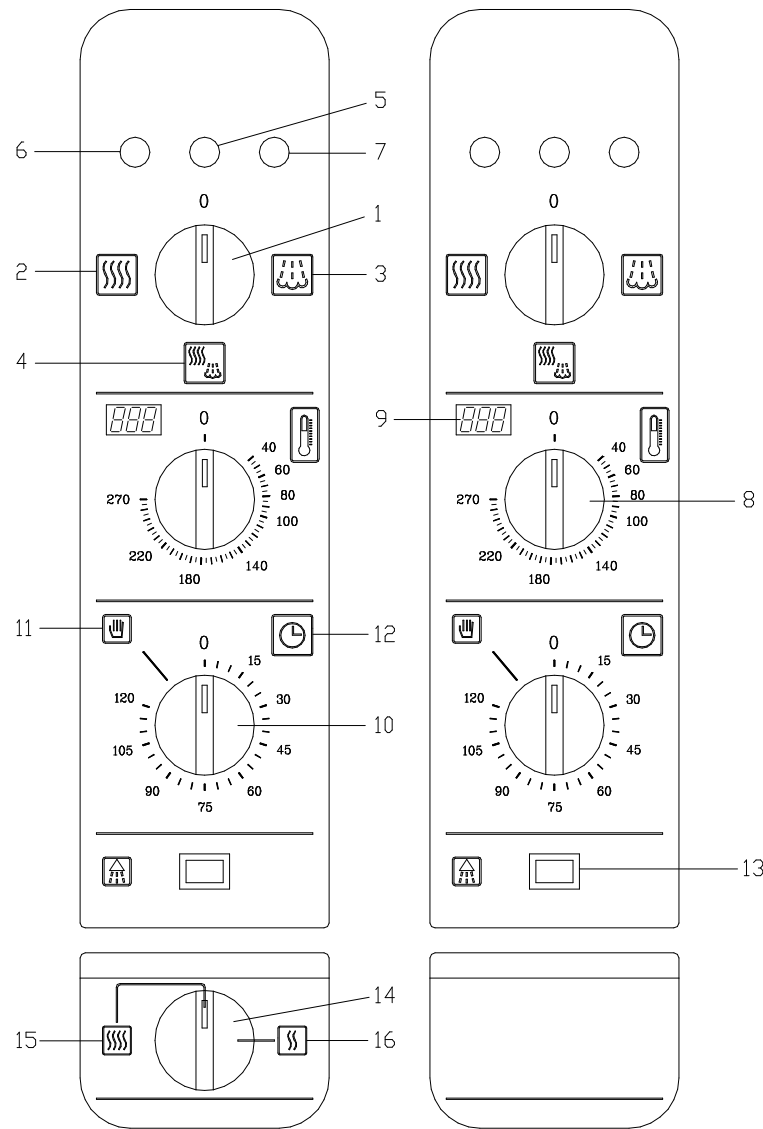

图 4
- 旋转控制旋钮 1 至操作模式之一 (2,3,4)。烤箱将启动，指示灯 5 变亮。（图 4）
- 旋转控制旋钮 7 选择温度（图 4）
- 烤箱加热时，指示灯 6（图 4）变亮。
- 向烤箱内注水时，指示灯 7（图 4）变亮。
- 旋转控制旋钮 13 选择功率（图 4）
- 14（图 4）最大功率
- 15（图 4）最小功率
- 旋转旋钮 1（图 4）至位置 0 后，烤箱将关闭。
-如果出现故障，烤箱内的电子温控装置将停止工作，并在显示屏 9（图 4）上闪烁下面的信息：